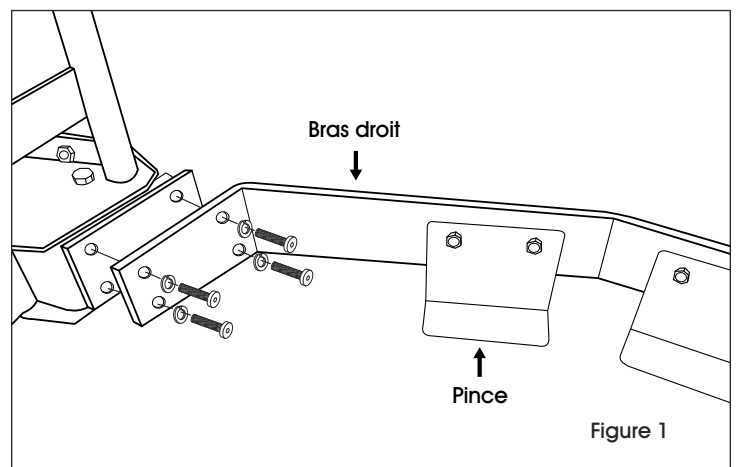

Figure 1
2. Avec les pinces orientées vers l'intérieur, attachez les bras gauche et droit au cadre à l'aide des boulons et des rondelles de blocage. (Voir Figure 1)